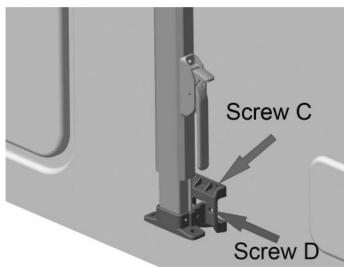
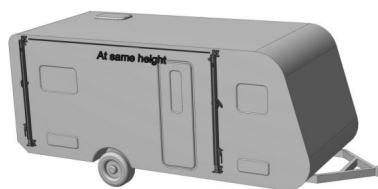

Figuur C6
Figuur C7
3.2 Neem de steunarm, markeer hiermee de positie van het gat op een geschikte plaats aan de buitenkant van het voertuig (Figuur C6) en boor een montagegat van $\varnothing 5$ in de carrosserie van het voertuig (Figuur C7).